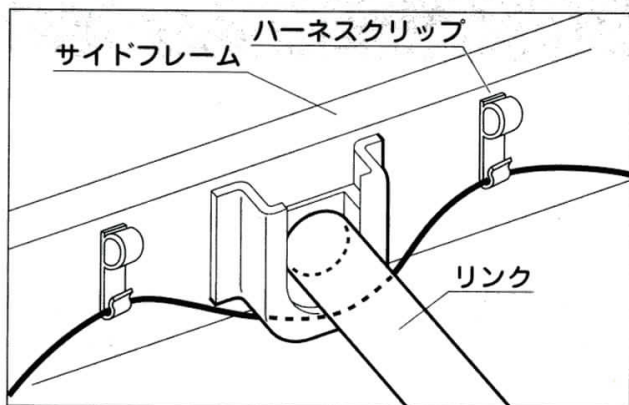

図5
- フットボード昇降用ハーネスをリンクの下に通す。図5
- フットボード昇降用のハーネスのハーネスクリップをサイドフレームの穴 (5ヶ所) に引っかける。図5